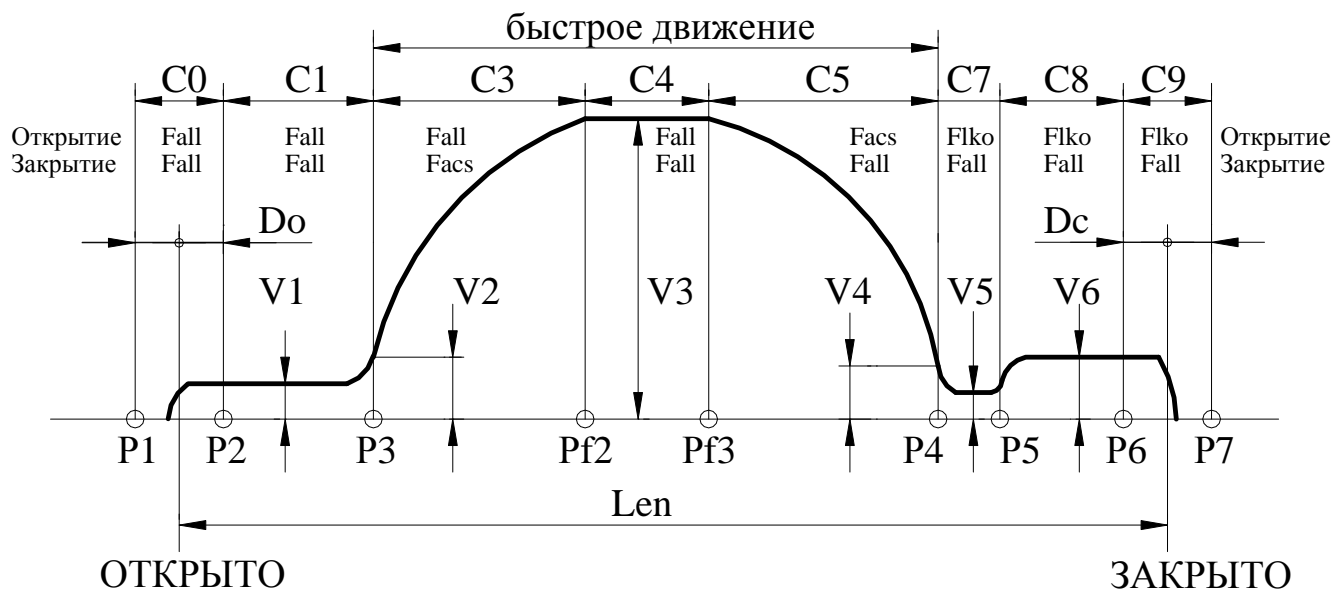

Рис.4. Траектория движения.
- **C.Err** – участок движения (**рис.4**), на котором произошла ошибка при наличии синхронизации, C\_err=11 при отсутствии синхронизации.
- **E0L** – переезд зоны полного открытия (**C0, рис.4**) или полного закрытия (**C9, рис.4**). *Синхронизация* в этом случае выключается. Ошибка сбрасывается при смене кода направления движения. При повторном неоднократном возникновении данной ошибки нужно провести **измерение проема**, если затем эта ошибка все равно будет возникать, необходимо проверить механику привода.
3.6.1. Рис.4, на котором показана траектория движения, отслеживаемая БУАД, поясняет назначение многих параметров, рассмотренных ниже. На рис.4 отображено также распределение сил на участках траектории отдельно при открытии и при закрытии (при переходе в режим удержания устанавливается соответствующая сила удержания).
- Если Var\_sl=1, то точка препятствия запоминается и происходит замедление скорости движения при подходе к точке препятствия до  $Vbar$ . При отсутствии препятствия в том же месте, дальнейшее движение происходит по кривой, указанной на **рис.4**.
3.6.5.14. **Номер D** – C\_vkо (мм) – дополнительное смещение точки **P2** (**рис.4**) для расширения диапазона удержания сигнала ВКО.
3.6.5.15. **Номер E** – C\_vkз (мм) – дополнительное смещение точки **P6** (**рис.4**) для расширения диапазона удержания сигнала ВКЗ.